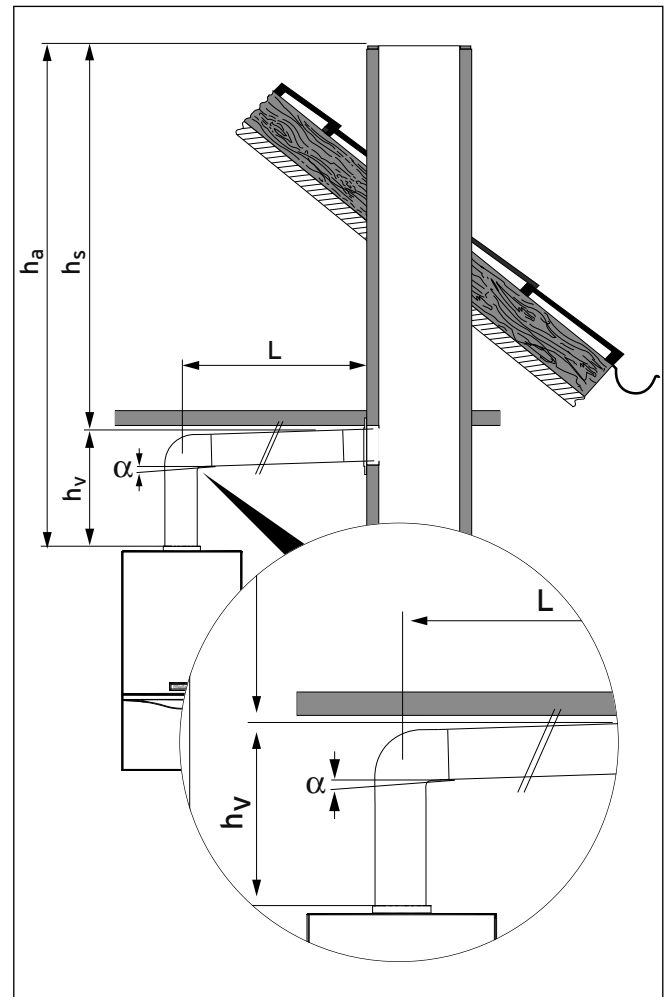

Abb. 5.5 Installation der Luftabgasführung
- Halten Sie die mindestens notwendige senkrechte Abgasrohrlänge ein (siehe Abb. 5.5).